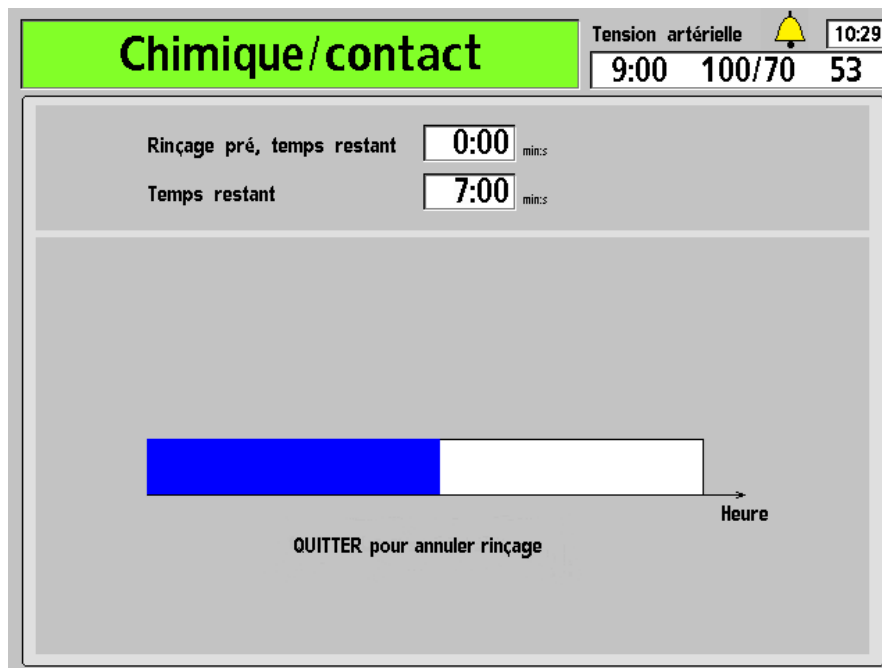

Figure 96 – Écran « Chimique/contact »
5. L'écran « Chimique/contact » s'ouvre (reportez-vous à la Figure 96). La progression du programme de désinfection est indiquée dans la barre horizontale. Le cycle commence par un rinçage de 45 secondes. Le message : Rinçage tubulures, attendre SVP s'affiche dans la barre d'état.